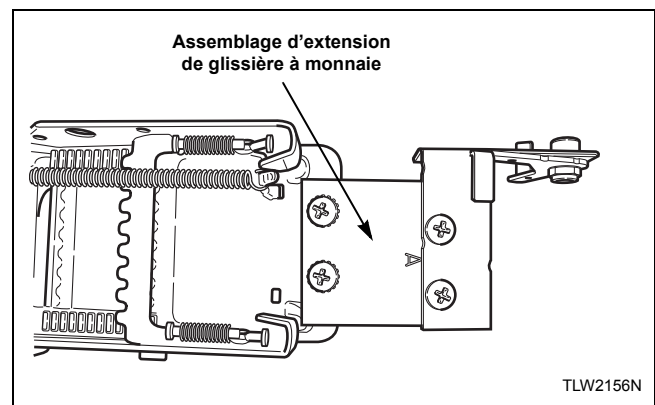

Figure 20
5. Installer l'extension de la glissière sur la partie supérieure de la glissière à monnaie à l'aide des deux vis restantes et des rondelles de blocage. Se reporter à la *Figure 20*.
3. Installer l'extension de la glissière sur la partie supérieure de la glissière à monnaie à l'aide de deux vis. Se reporter à la *Figure 20*.